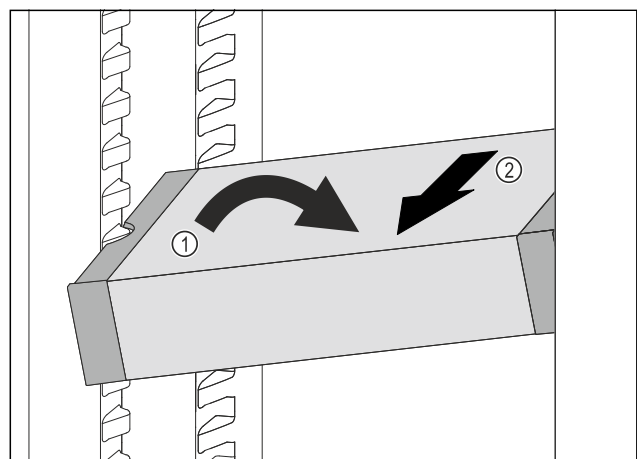

Fig. 173
- ▶ VarioSafe im Kühlteil schräg stellen. *Fig. 173 (1)*
- ▶ VarioSafe nach vorne entnehmen. *Fig. 173 (2)*